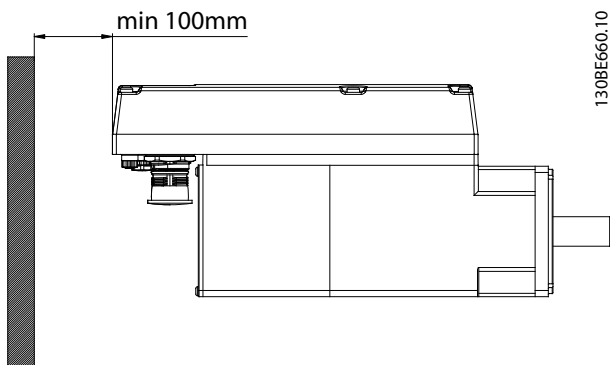
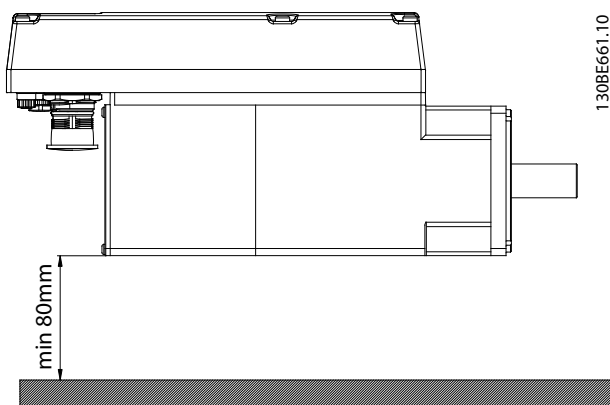

图 4.2 需要的水平空间
图 4.3 需要的垂直空间
- 除其自身尺寸外，伺服驱动器还需要为混合电缆留出空间。图 4.2 所示为使用斜式连接器时需要的空间。图 4.3 所示为使用直式连接器时需要的空间。